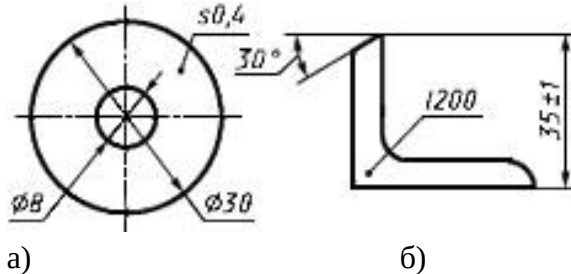
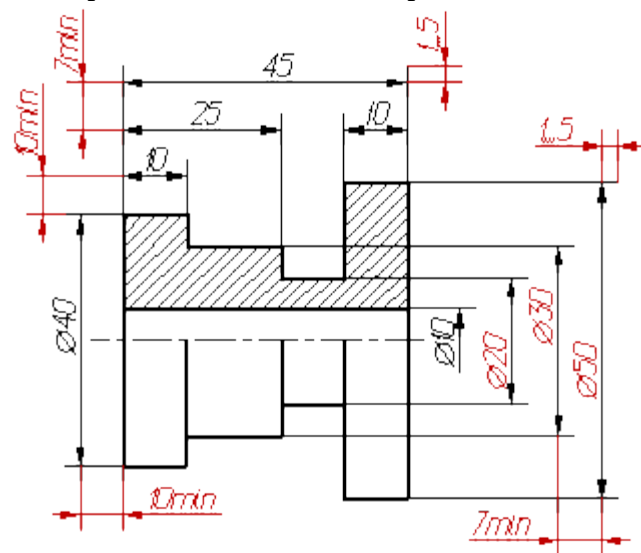

Рис.1.20
Рис.1.21
22. Если чертеж содержит одно изображение детали, то размер ее толщины или длины наносят, как показано на рис. 1.20а или б.
24. Размерные линии предпочтительно наносить вне контура изображения, располагая по возможности внутренние и наружные размеры по разные стороны изображения (рис. 1.21). Однако размеры можно нанести внутри контура изображения, если ясность чертежа от этого не пострадает.
25. При нанесении размера диаметра окружности знак \varnothing является дополнительным средством для пояснения формы предмета или его элементов, представляющих собой поверхность вращения. Этот знак проставляется перед размерным числом диаметра во всех случаях (рис. 1.20а). В ряде случаев, пользуясь этим знаком, можно избежать лишних изображений. Так, применение знака \varnothing позволило для детали на рис. 1.21 ограничиться одним изображением.